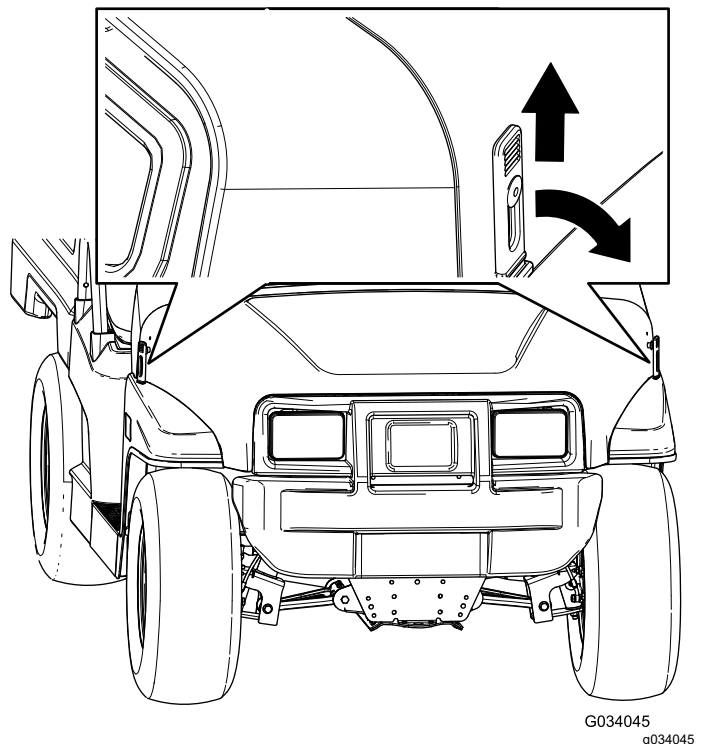

Figure 26
1. Soulevez la poignée des loquets en caoutchouc de chaque côté du capot (Figure 26).
2. Fixez le capot en place en alignant les loquets en caoutchouc sur les ancrages de verrouillage de chaque côté du capot (Figure 26).